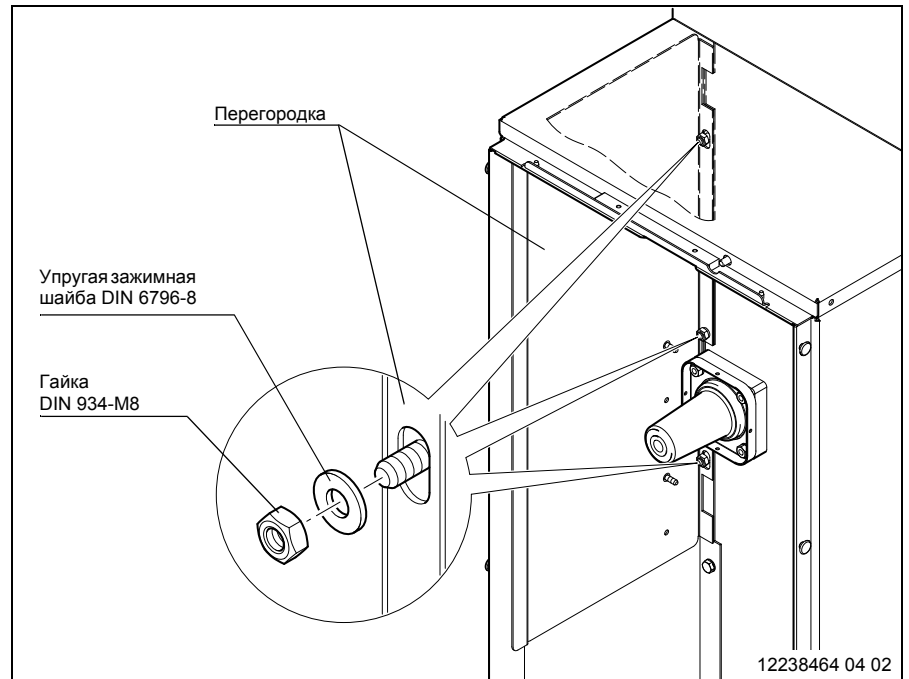

Рис. 16
- Закрепите перегородку на ослабленных болтовых соединениях, как показано на Рис. 16. Вместо контактных шайб используйте входящие в комплект упругие зажимные шайбы DIN 6796-8. Гайка DIN 934-M8.